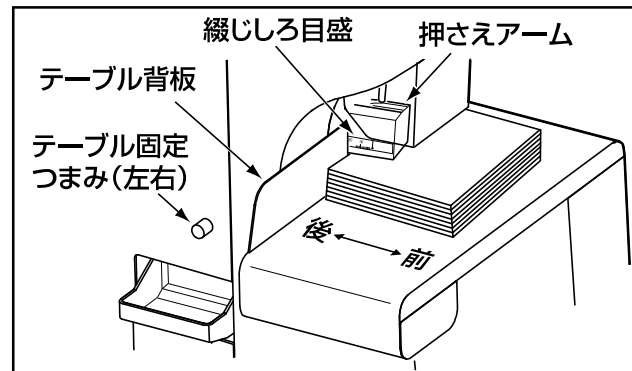

図5
- テーブル固定つまみをゆるめて、フロントテーブルを前後にスライドさせて、綴じしろを決定してください。 図5 参照